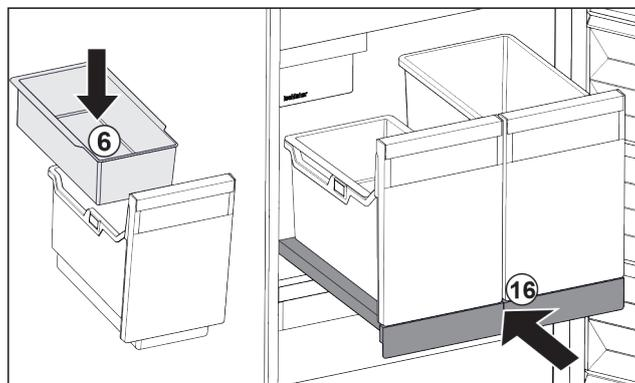

Fig. 111
- Inserire la vaschetta da agganciare Fig. 111 (6) per i cubetti di ghiaccio.
- Inserire il ripiano estraibile con il contenitore (IceTower). Fig. 111 (16)